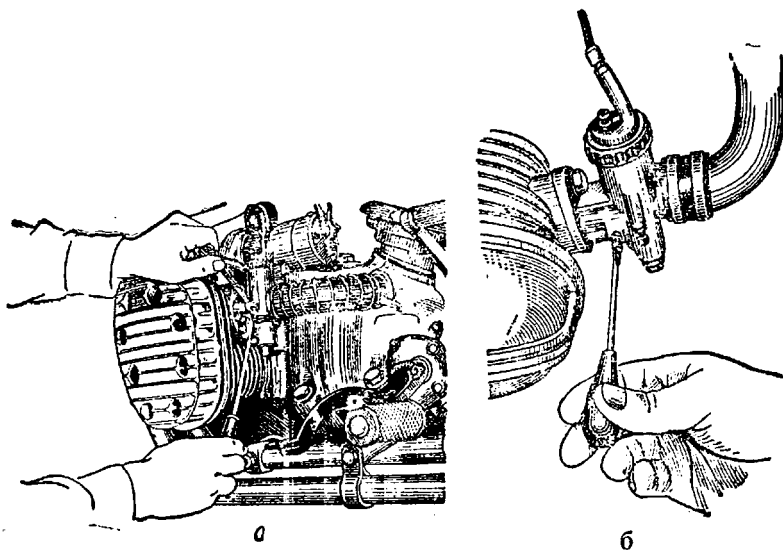

Рис. 68. Регулировка карбюратора:
2) регулировать поочередно каждый цилиндр; для этого на одном из них снять колпачок со свечи и замкнуть его любым способом на массу, выключив таким образом этот цилиндр. На работающем цилиндре отпустить контргайку и вернуть наклонный винт упора дросселя (рис. 68, а);
3) отпустить контргайку винта холостого хода; вращая этот винт, добиться максимального числа оборотов двигателя при данном положении дроссельного золотника (рис. 68, б);